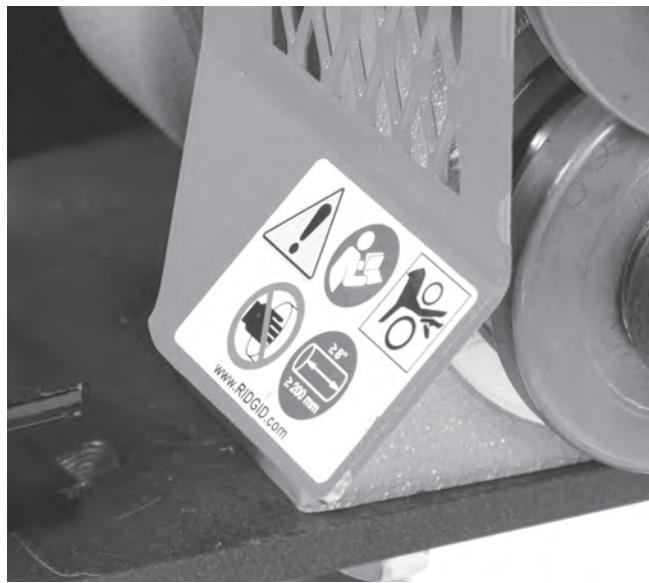

Figura 8 – Etiqueta de advertencias
- Las etiquetas de advertencias están presentes y se pueden leer. Vea la Figura 1 y la Figura 8.